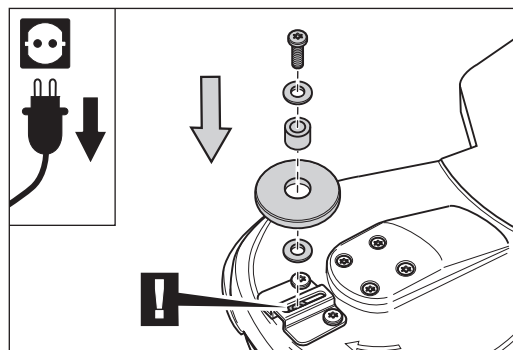

Bild 66 Montering av väggskyddsrollen. Ta hänsyn till muttern i hållaren!
- 5 Sätt in bussningen i den nya väggskyddsrollen och lägg denna med vardera en bricka per sida på väggskyddsrollens hållare. Se till att mitten av rullen befinner sig över muttern i hållaren (bild 66)!